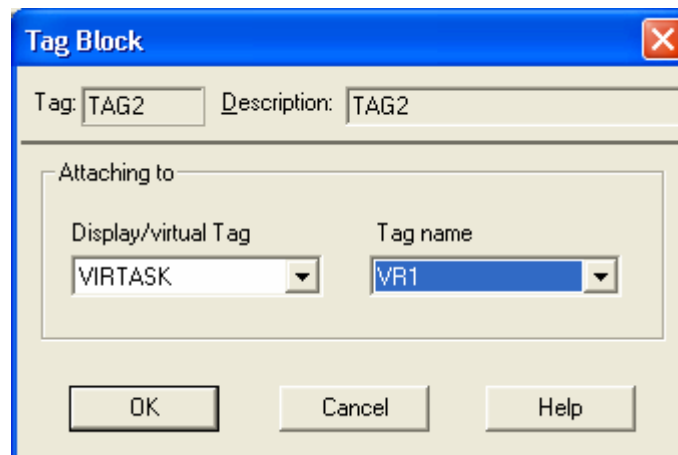
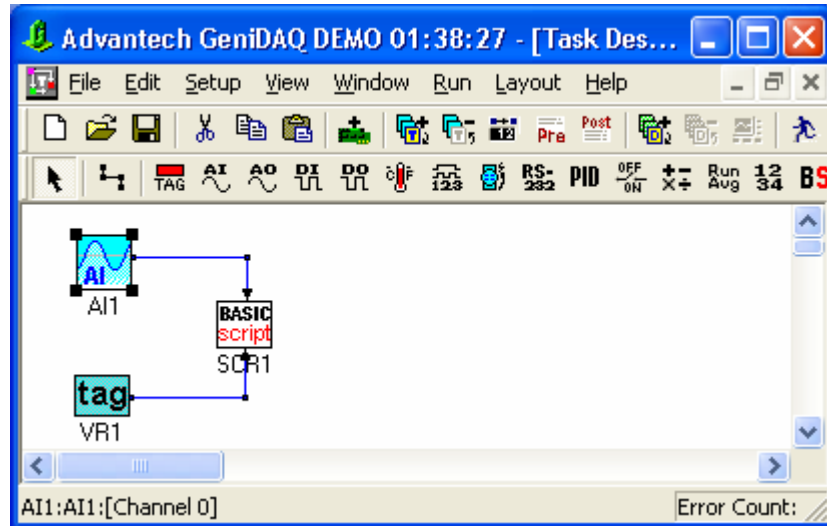

Рис. 4.112. Диалоговое окно для настройки доступа к виртуальному тегу
Рис. 4.117. Окно редактора задач
После создания, виртуальные теги не помещаются в набор инструментов редактора задач. Доступ к виртуальным тегам в редакторе задач может быть получен через блок тег. Для этого следует в окне конфигурирования тега (рис. 4.112) в списке **Display/virtual Tag** выбрать значение **VIRTASK**, а в списке **Tag name** выбрать имя виртуального тега (например, **VR1**), к которому требуется получить доступ. После нажатия кнопки **OK**, блок тег может быть соединен с другими функциональными блоками стратегии, имеющими входы и выходы. Таким образом, виртуальный тег может быть как источником, так и приемником данных. Например, ему могут передаваться значения от блока аналогового ввода или он может передавать данные блоку дискретного вывода.
4. *Четвертое действие.* В окно редактора задач поместите функциональные блоки аналогового ввода, Бейсик-сценария и тег. Произведите двойной щелчок левой кнопкой мыши, поместив курсор на изображение блока аналогового ввода, и выполните его настройку на ввод информации от канала 0 программного эмулятора **Advantech DEMO I/O** в соответствии с рис. 4.116. Установите связь между функциональным блоком тег и созданным объектом виртуальный тег в соответствии с описанной ранее схемой и рис. 4.112. Произведите двойной щелчок левой кнопкой мыши, поместив курсор на пиктограмму блока Бейсик-сценарий и введите исходный текст программы в соответствии с рис. 4.114. Хотя это и не является обязательным, но, для наглядности, соедините блоки аналогового ввода и тег с функциональным блоком Бейсик-сценария. После этого окно редактора задач приобретет вид, показанный на рис. 4.117.